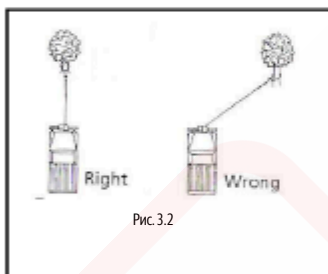

Рис. 3.2
**ВНИМАНИЕ** Не устанавливайте лебедку под острым углом, так как трос будет скапливаться на одной стороне барабана, что приведет к повреждению троса и лебедки. Рис. 3.2